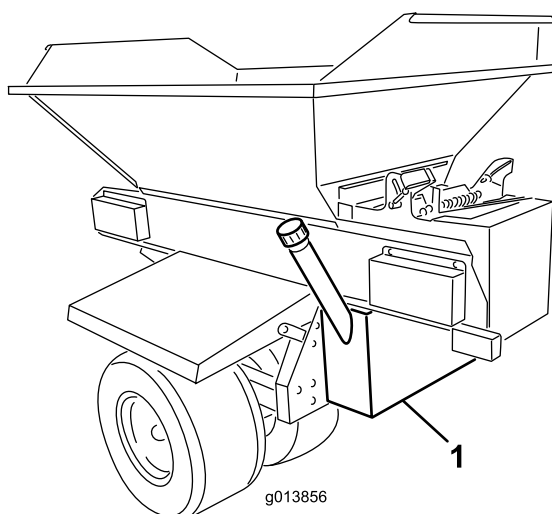

図 1
6. 油圧タンクを下から支えながら、タンクをシャーシの後壁に取り付ける。タンクが左右方向の中央にあり、また垂直に載っていることを確認する 図 1。